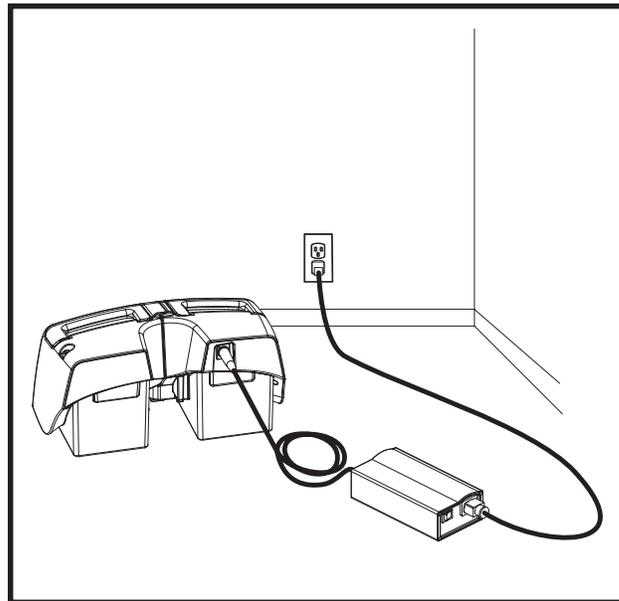

Figure 10B. Recharge des batteries alors que les boîtiers sont retirés du scooter
1. Retirez les boîtiers à batteries et placez-les sur une surface plane et sèche dans la même position que sur le scooter. **Voir la figure 10B.** Référez-vous à la section VII. "Assemblage et démontage" pour les informations pour le fonctionnement et la position des boîtiers à batteries.